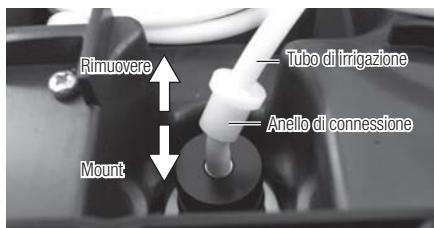
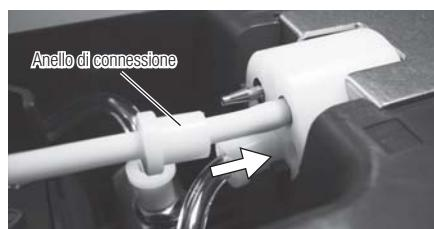

Fig.32
Fig.36
- 3) Rimuovere il tubo di irrigazione dall'unità di controllo. (Lato della bottiglia e lato del pannello frontale). (Fig. 32,33)
- 7) Allineare la nuova pompa di irrigazione con l'albero di trasmissione. Girarla in senso orario fino a farla scattare. (Fig. 36)
- 8) Montare il tubo di irrigazione seguendo la procedura inversa impiegata per la sua rimozione (Fig. 32). Inserire l'anello di connessione saldamente nell'unità di controllo fino al suo arresto. (Fig. 36)